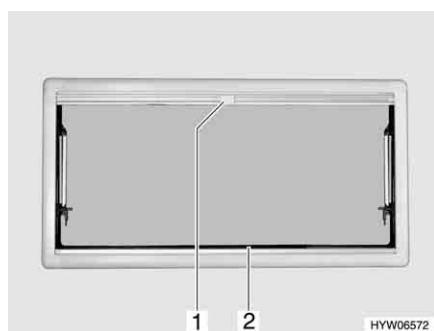

Fig. 64 Finestra apribile
- Afferrare la tendina oscurante pieghevole (Fig. 64,2) per la parte centrale della barra di presa, tirarla dal basso verso l'alto e rilasciarla nella posizione desiderata. La tendina oscurante pieghevole rimane in questa posizione.
- Tirare la zanzariera a rullo per la maniglia (Fig. 64,1) verso il basso fino a quando non si trova in contatto con la tendina oscurante pieghevole (Fig. 64,2).
- Premere la maniglia (Fig. 64,1) della zanzariera a rullo.